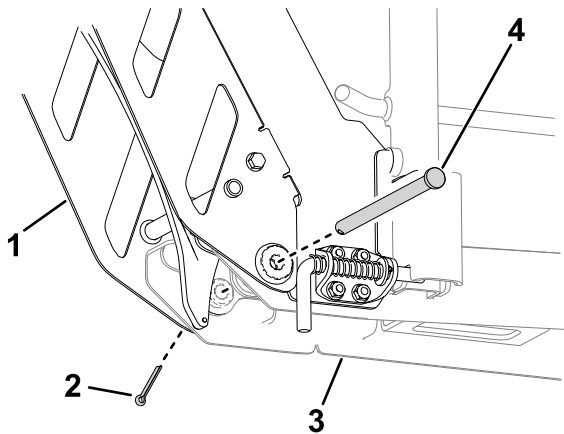

**Figura 15**
9. Conectai arcul la opritorul roii i partea inferioară a platformei de încărcare (Figura 15).